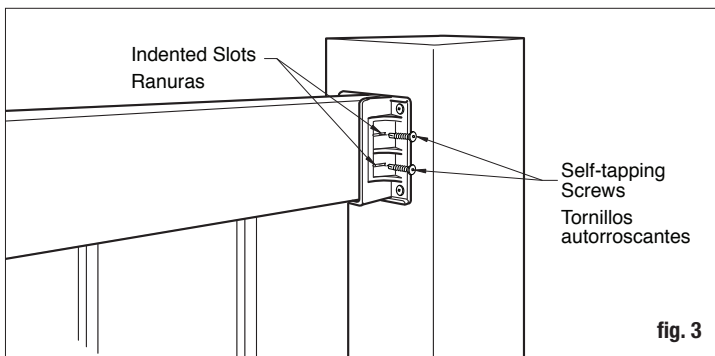

fig. 3
3. Attach the brackets to the rails by driving the supplied screws through the indented slots on the side of the bracket (two per side) (fig. 3).
3. Sujete los soportes a los rieles introduciendo los tornillos incluidos a través de las ranuras en los lados del soporte (dos por lado) (fig. 3).